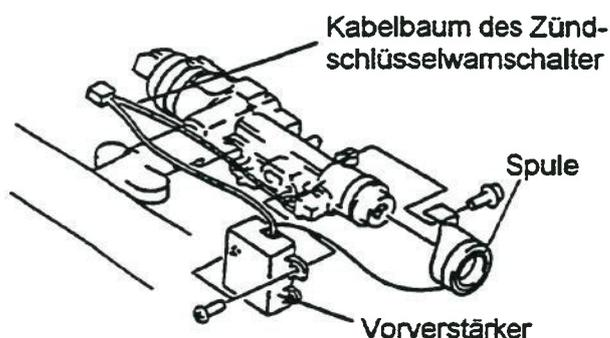

Abb. 2-b (nur Xedos-9)
4. Spule und Vorverstärker, wie in Abb. 2-b gezeigt, austauschen und die Teile in umgekehrter Reihenfolge wieder einbauen.